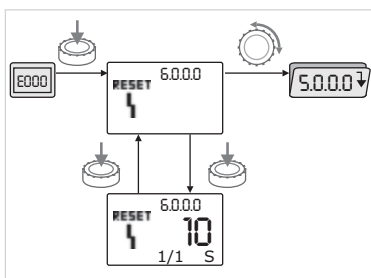

Fig. 42: Fel navigering
- I detta fall kan man generellt sett navigera på följande sätt (fig. 42):